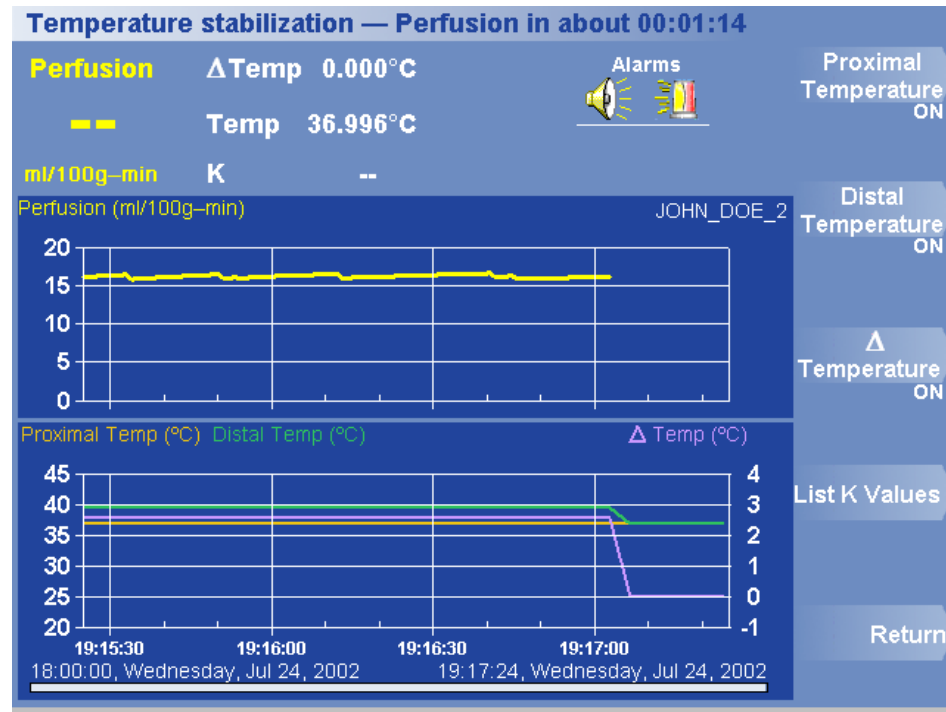

Figure 37. Menu Sélectionner les tracés
1. Cliquez sur Options > View Data > Select Plots & List K (Options > Afficher des données > Sélectionner les tracés et lister les valeurs K). Le menu Sélectionner les tracés apparaît (figure 37).